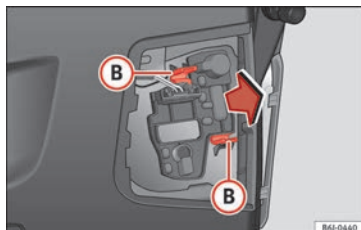

Fig. 114 Desmontaje del portálámparas.
- Desmonte el portálámparas presionando los clips de sujeción **B** »» fig. 114 y extrayéndolo hacia afuera.